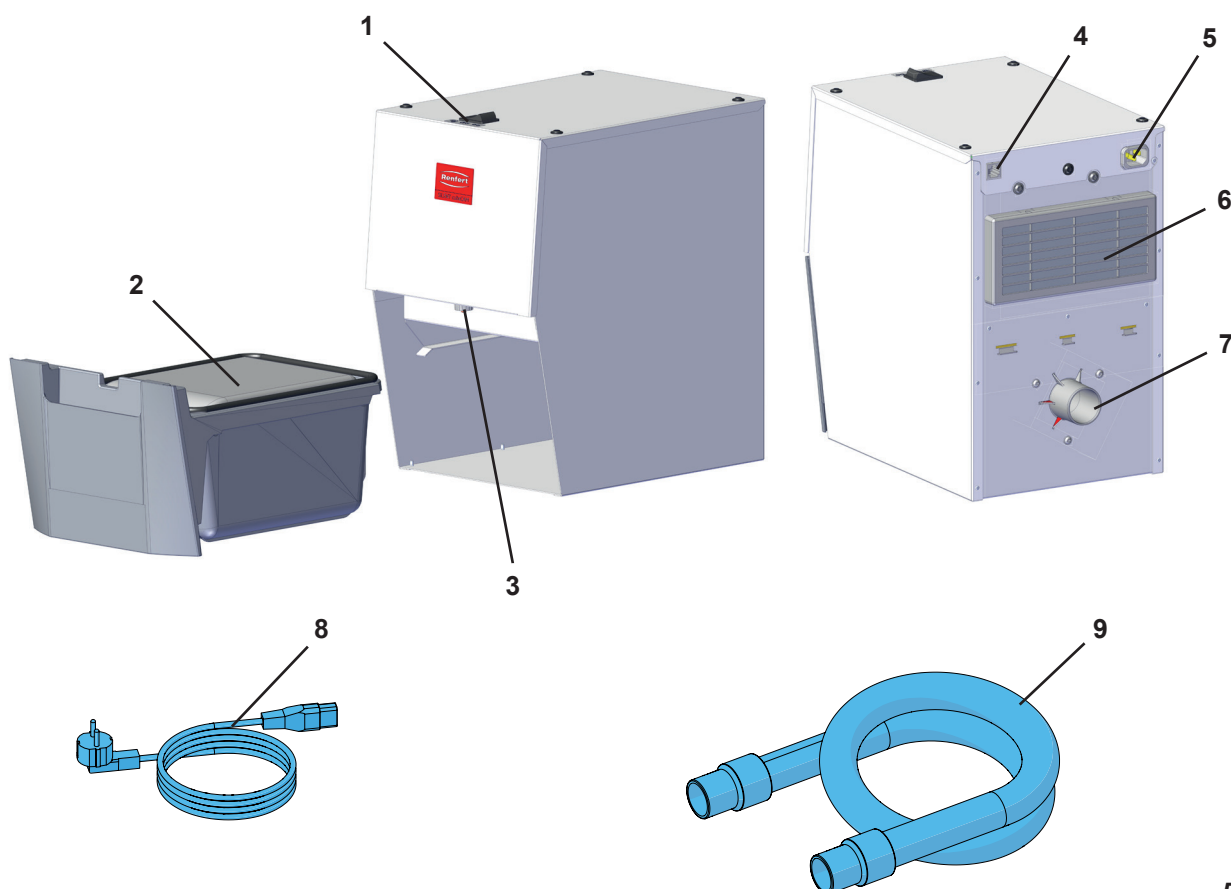

Fig. 1
- a exaustão de ar (6, Fig. 1) não fique obstruída.
- Abertura na parede traseira do armário, mín. 250 x 120 mm, diretamente em frente da saída de ar de exaustão (6, Fig. 1).
⇒ Conecte o cabo de rede (8, Fig. 1) à conexão de rede elétrica (5, Fig. 1).
⇒ Conecte a mangueira de aspiração (9, Fig. 1) ao tubo de ligação da aspiração (7).